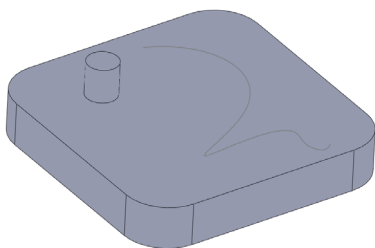

图 6-73 打开素材模型
(1) 单击常用工具栏中的【打开】按钮，打开一幅素材模型，如图 6-73 所示。